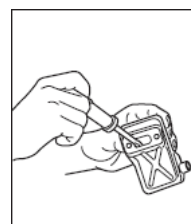

FIG. 17
1. Retirez le silencieux (Fig. 17), insérez un tournevis dans l'orifice d'échappement et essuyez tout dépôt de carbone. Dans le même temps, essuyez tout dépôt de carbone sur l'orifice d'échappement du silencieux et sur l'orifice d'échappement du cylindre.